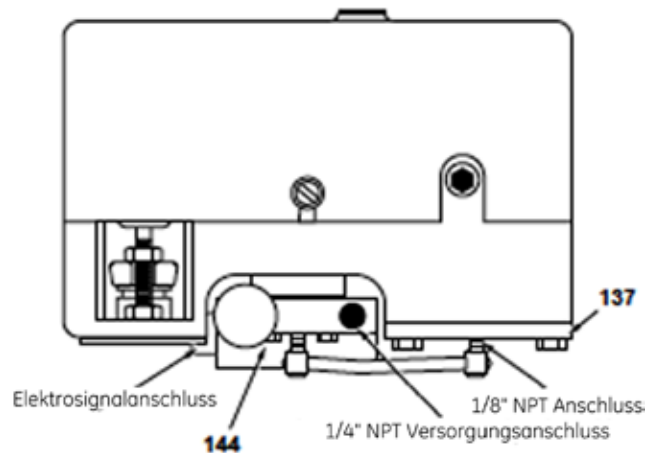

Abb. 12 - Anschlüsse mit 7700E Stellungsregler
- Regelventil mit Stellungsregler 7700P (elektrisches Signal): die Luftleitung des Verteilerblocks (144) anschließen und den elektrischen Anschluss für das I/P Modul (20) herstellen (Abb. 12).